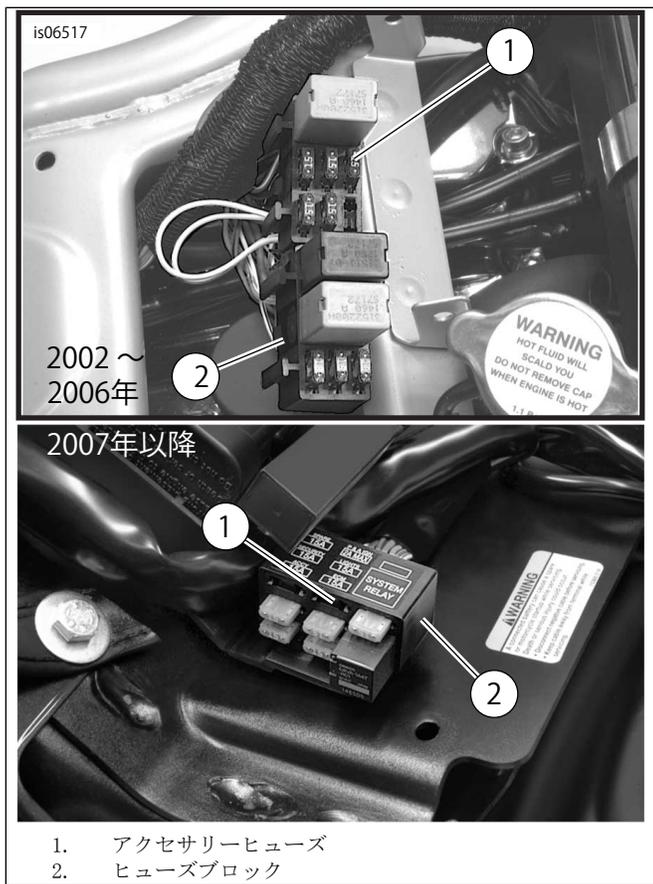

図15. アクセサリヒューズの位置(V-Rodモデル)
- 「図15」を参照。アクセス可能ポイントにあるヒューズブロック(2)近くのメインハーネス覆いのエリアを慎重に切り開き、以下の印のあるヒューズキャビティ(1)に至るオレンジ/白のメインハーネスワイヤーを切ります。